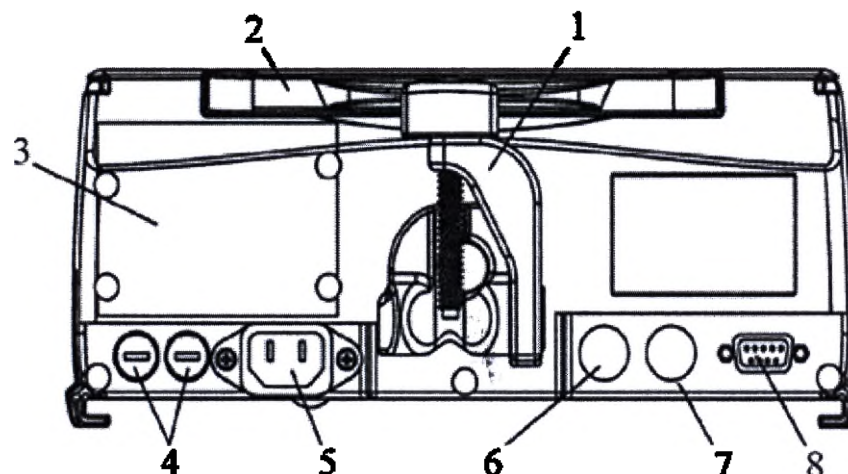

Рисунок 3.2 – Схематическое изображение задней части корпуса насоса
На задней стенке корпуса насоса расположен фиксирующий механизм (поз.1. рис.3.2.) с помощью которого возможна фиксации устройства на стойке. В нижней части расположены следующие разъемы:
- разъем для подключения кабеля питания (поз.5. рис.3.2.);
- разъем RS-232 интерфейса (поз.8. рис.3.2.);
- разъем для подключения датчика капель (поз.7. рис.3.2.);
- разъем для подключения устройства нагревателя (поз.6. рис.3.2.) .
Для предотвращения короткого замыкания, предусмотрены предохранители, установленные в специальный отсек (поз.4. рис.3.2.).
Внутренняя батарея насоса установлена в отсек и закрыта крышкой батарейного отсека (поз.3. рис.3.2.).
Для удобства перемещения насоса предусмотрена ручка (поз.2. рис.3.2.).